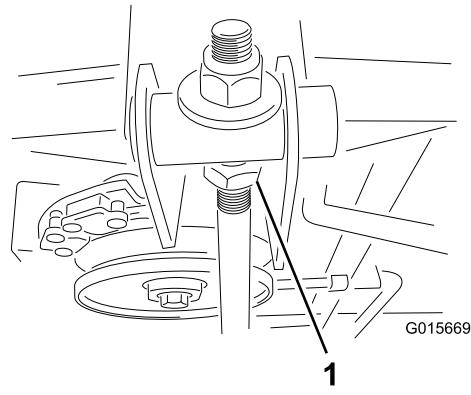

Figura 39
7. Allentate il controdado (Figura 39).